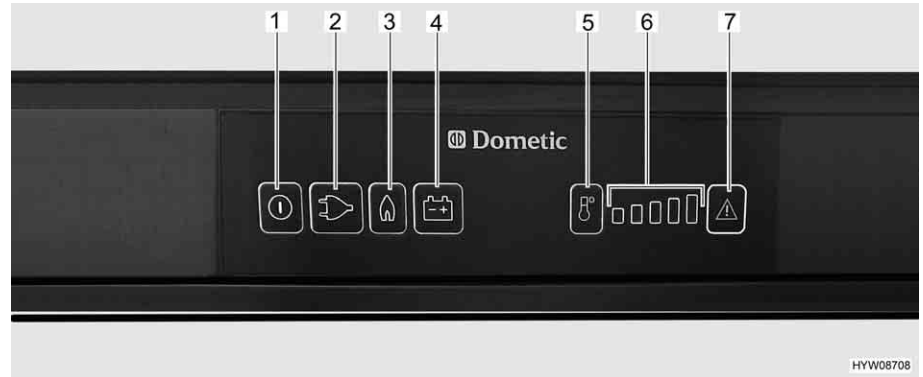

Fig. 226 Elementi di comando per il frigorifero (serie Dometic 8 con SMSE)
- Premere il tasto On/Off (Fig. 226,1) per circa 2 secondi. Il frigorifero si accende. Si accende il tasto dell'ultima modalità di funzionamento.
- Eventualmente premere il tasto per la modalità di funzionamento "Gas" (Fig. 226,3). Il tasto si accende. L'alimentazione del gas è ora aperta. L'accensione avviene automaticamente. È udibile un ticchettio fino a quando procedura di accensione non è stata portata a termine.
- Regolare la temperatura di raffreddamento con il tasto di selezione dei gradi di temperatura (Fig. 226,5).
- Eventualmente premere il tasto della modalità di funzionamento "230 V" (Fig. 226,2). Il tasto si accende.
- Eventualmente premere il tasto della modalità di funzionamento "12 V" (Fig. 226,4). Il tasto si accende.